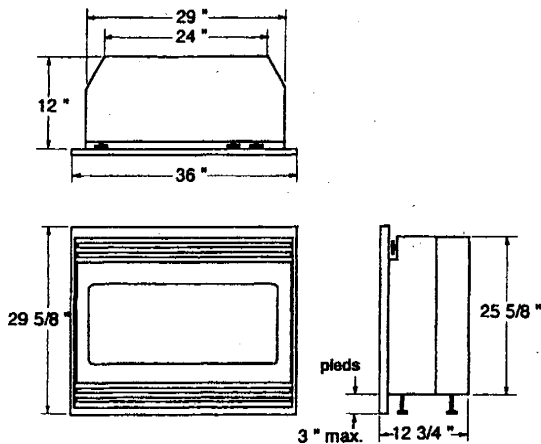

FIGURE 1
- Les dimensions du foyer ou de la cavité sont les suivantes : 36 po (91 cm) de largeur x 29 5/8 po (75 cm) de hauteur x 12 3/4 po (32 cm) de profondeur (FIGURE 1). Nous vous recommandons de prévoir un dégagement de 1/2 po (1,2 cm) autour de la cavité pour faciliter l'installation.